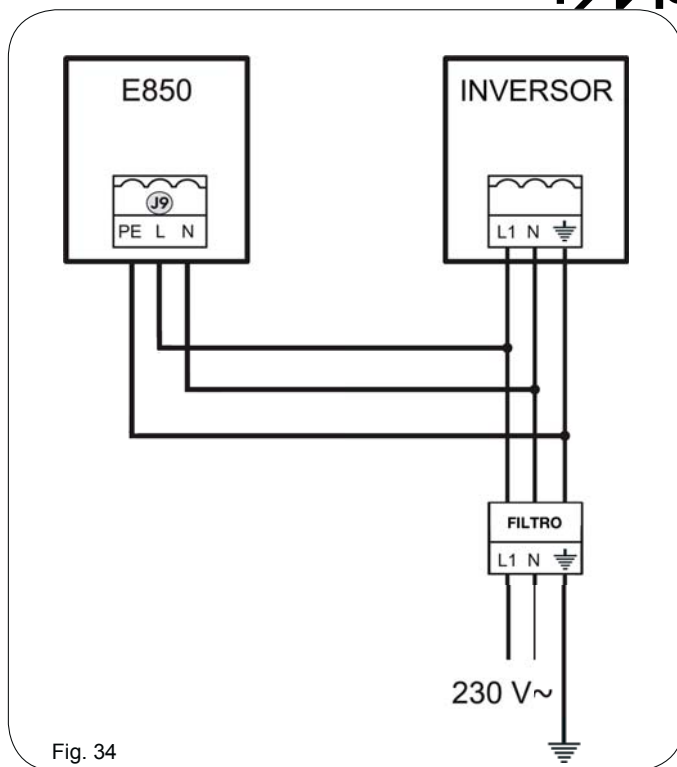

Fig. 34
**11.4.5 REGLETA DE BORNES J9 - ALIMENTACIÓN (FIG. 34)**